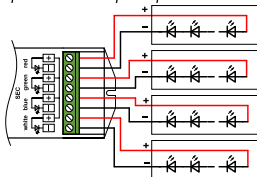

Рис.3. Подключение одноцветных светильников.
- 3.3. Согласно используемой схеме (Рис.1 – Рис.3), подключите светодиоды или другой совместимый светодиодный источник света к выходу **SEC** контроллера. Соблюдайте полярность и порядок подключения проводов к клеммам.